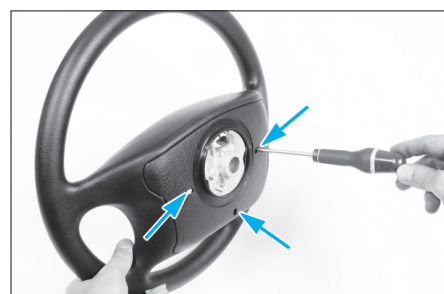

FIG. 2
- En passant par les trois orifices prévus à cet effet à l'arrière du volant, engager un tournevis plat et faire levier sur celui-ci pour dégager les agrafes du module d'airbag (Fig.2).